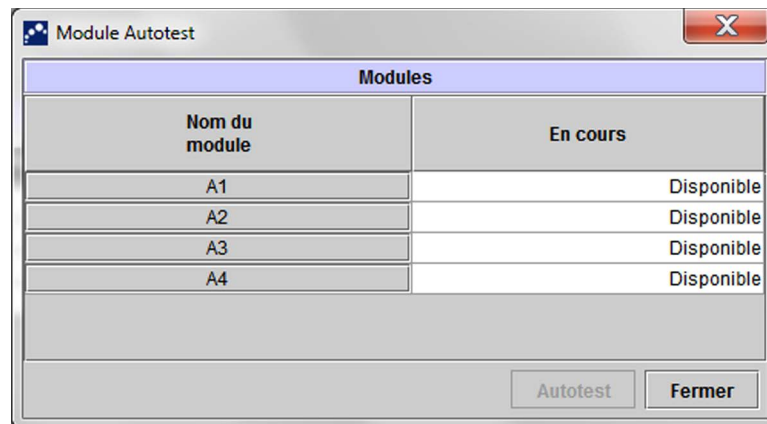

Figure 9-34. Boîte de dialogue Autotest du module
3. Cliquez sur **Maintenance** dans la barre de menus et sélectionnez **Réaliser un autotest**. La boîte de dialogue Autotest du module s'affiche. Voir Figure 9-34.